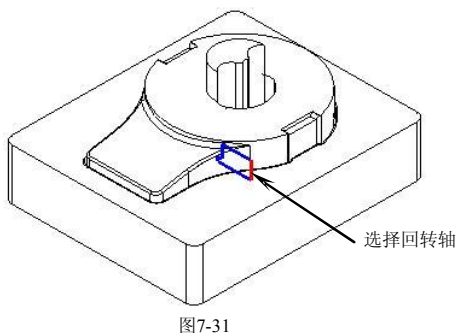
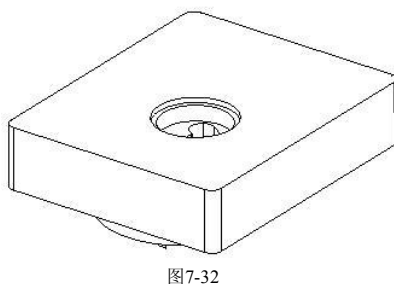

图7-31
图7-32
14. 选择上一步绘制的草图轮廓，在【成形特征】工具条中单击【回转】按钮，弹出【回转】对话框。单击 **MB2**，选择回转轴，如图 7-31 所示。在【选择步骤】复选框中选择【求差】选项，然后选择求差的目标体，单击 确定 按钮创建回转特征，如图 7-32 所示。